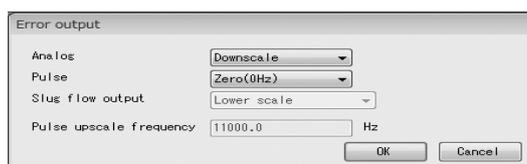

図52
① メニューの「Setup(S)」>「Outputs」>「Error output」をクリックします。
② 次のウィンドウ(図52)が表示されます。ここではエラー時のアナログ、パルス出力レベルを設定します。